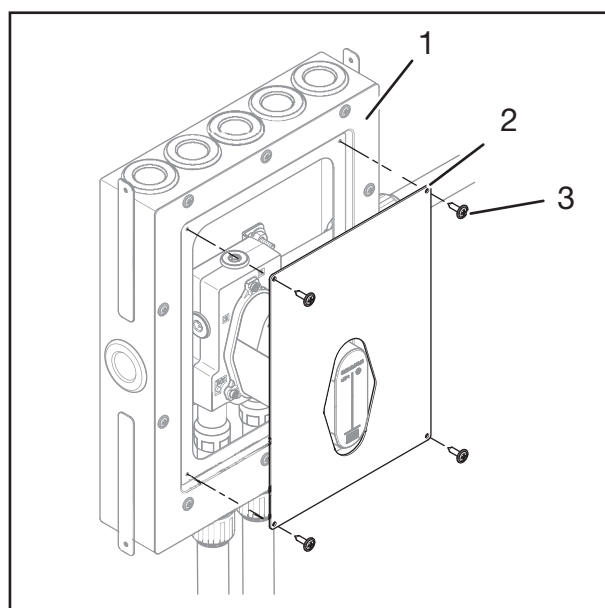

Fig. 13: Montering av servicelucka
2. Skruva fast ramen (fig. 13/2) på huset (fig. 13/1) med tio TX 20-skrivar (fig. 13/3).
1. Positionera serviceluckan (fig. 13/2) på ramen (fig. 13/1).
2. Skruva fast serviceluckan (fig. 13/2) på ramen (fig. 13/1) med tio TX 20-skrivar (fig. 13/3).